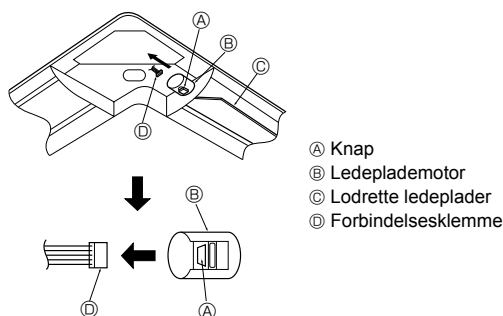

Fig. 9-11
9.7. Låsning af den op- eller nedadgående luftstrøm (Fig. 9-11)